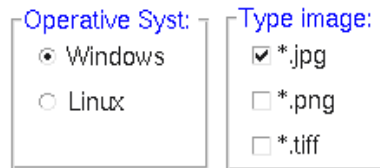

Fig. 1: Interfaz gráfica ANSIS.
4. En la Fig. 1 se muestra la interfaz del software.